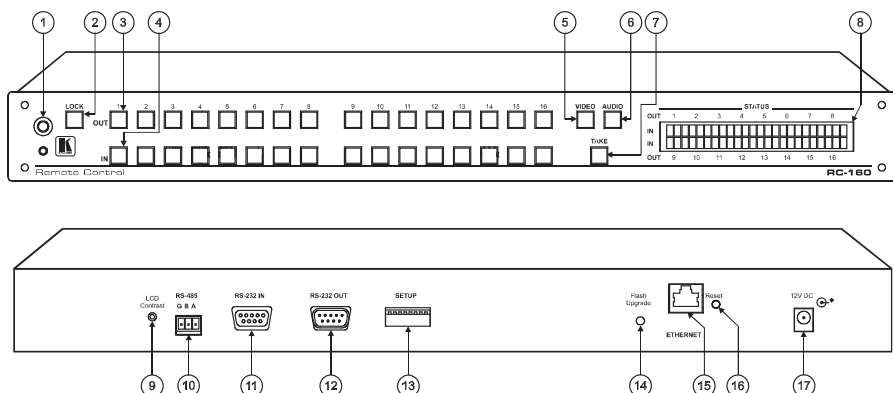

Рис. 2. Панель дистанционного управления RC-160
- На рис. 2 показана панель дистанционного управления **RC-160**